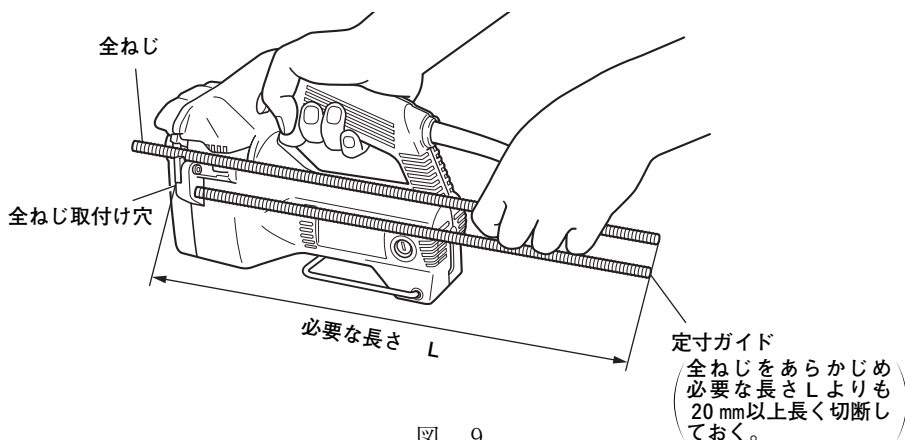

図 9
- (1) あらかじめ、必要な長さより 20 mm 以上長く W 3/8 の全ねじを 1 本切断し、これを定寸ガイドとして使用します。
- (2) 定寸ガイドの全ねじを本体のブラケット (B) に設けられた全ねじ取付け穴にねじ込みます。(図9)